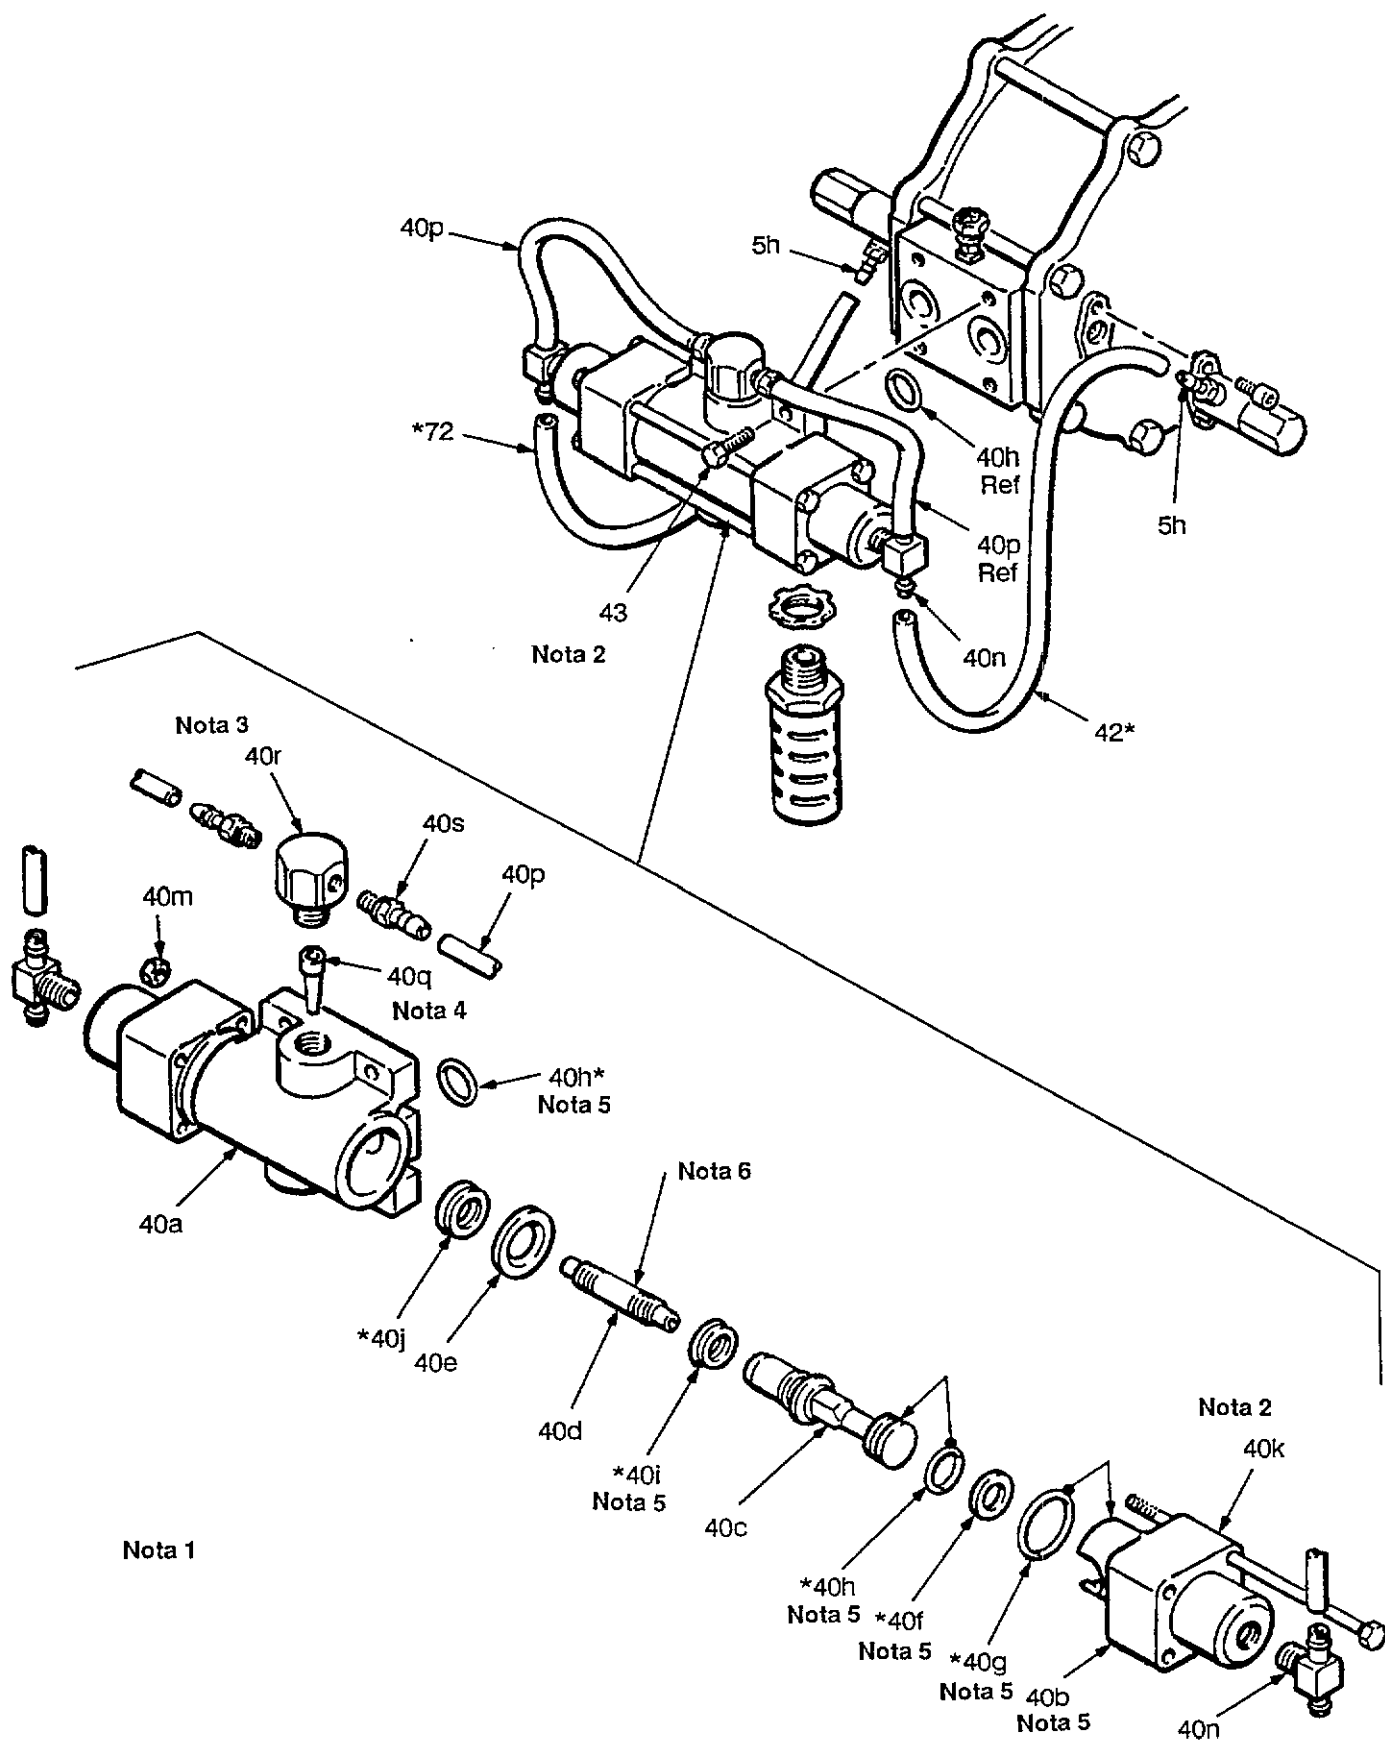

Fig. S-3
2. Hacer un pequeño corte en los extremos de los tubos (72", 42", 40p\*) y desconectarlos de las guarniciones de la válvula piloto (5h), conexiones en T de la válvula de aire (40n) y guarniciones de la lengüeta (40s). Ver la Figura S-3.
5. Si el filtro de aire (40q) requiere limpieza o cambio, desatornillar el alojamiento del filtro (40r) y sacar el filtro. Para limpiarlos, sumergir el alojamiento del filtro y el filtro en disolvente hasta que estén limpios. Secarlos soplando aire comprimido a baja presión (inferior a 2,1 bares). Ajustar a presión el filtro en el alojamiento, aplicando 40-60 libras de fuerza. Ver la Figura S-3. Aplicar producto impermeable sellador en las roscas del alojamiento del filtro y atornillarlo en el alojamiento central (40a).
9. Instalar la válvula de aire en la bomba mediante los cuatro tornillos de sombrerete (43). Apretar alternativamente y de manera pareja con par 3-5 N.m.
10. Conectar los nuevos tubos (72", 42", 40p\*) a las conexiones de la válvula piloto (5h), Tes de la válvula de aire (40n) y guarniciones de la lengüeta (40s) como se muestra en la Figura S-3.